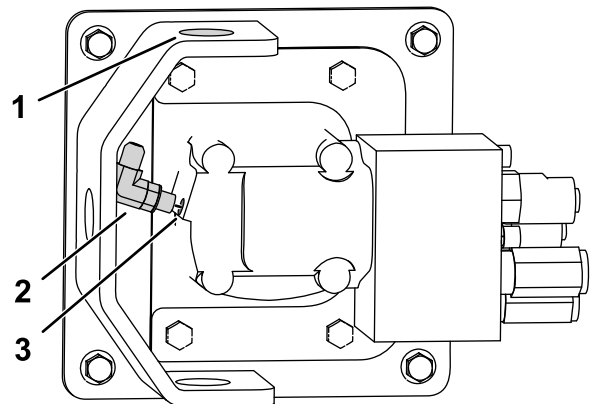

Figure 4
- Retirez les écrous (½ po) et les boulons qui fixent le moteur hydraulique et le support, faites pivoter l'ensemble de 90° dans le sens horaire et fixez l'ensemble en position avec les fixations retirées (Figure 4).